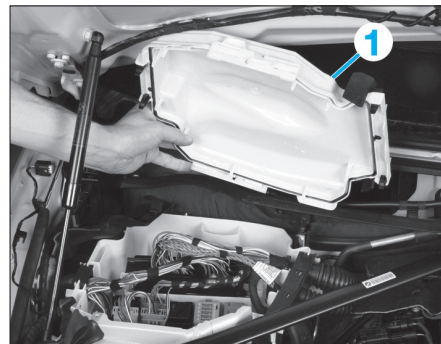

Fig. 45
- Sur la droite du compartiment moteur, déposer le couvercle (1) (Fig.45).